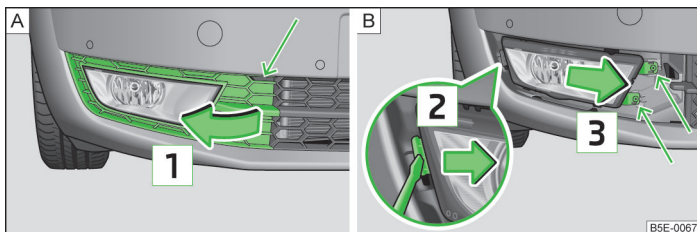

Abb. 216 Vorderer Stoßfänger: Schutzgitter / Nebelscheinwerfer ausbauen
- › Das Schutzgitter im Pfeilbereich » Abb. 216 - mithilfe des Bügels zum Abziehen der Radvollblenden » Seite 221, *Bordwerkzeug* lösen.
- › Das Schutzgitter in Pfeilrichtung abnehmen » Abb. 216.
- › Den Nebelscheinwerfer » Abb. 216 - mit dem Schraubendreher aus dem Bordwerkzeug abschrauben.
- › Bei erneutem Einbau den Nebelscheinwerfer entgegen der Pfeilrichtung » Abb. 216 einsetzen und festschrauben.